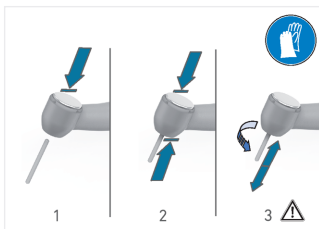

РИС. 3
1. Отсоедините инструмент от переходника и извлеките бор (Рис. 3 шаг 1).